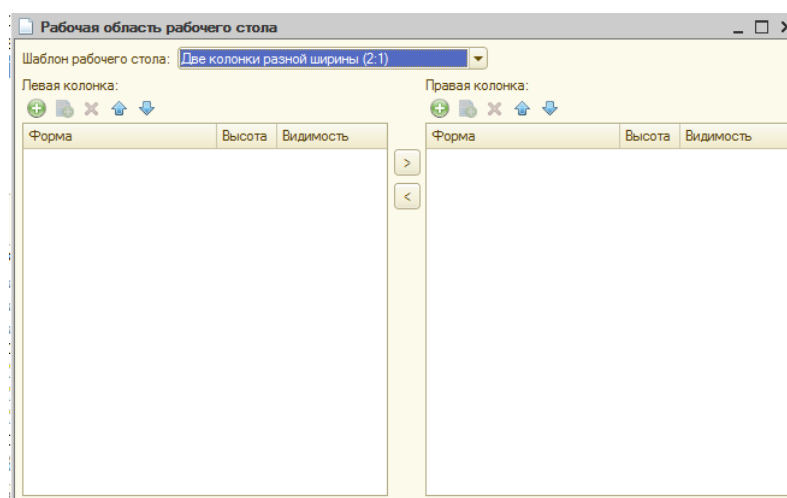

Рисунок 122 Настройка рабочего стола
43. Выберите шаблон: Две колонки разной ширины (2:1) (рис. 122).